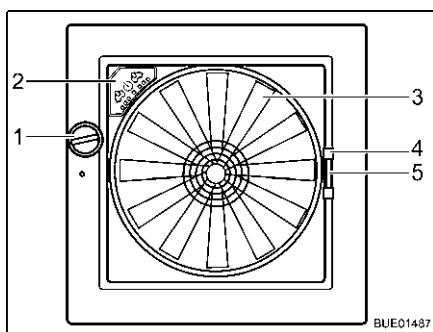

Bild 94 Taklucka Omni-Vent
- Vrid på vredet (Bild 94,1) tills önskad öppningsvinkel har nåtts.
- Vrid på vredet (Bild 94,1) tills takluckan är helt stängd.
- Dra insektsskyddet i handtaget (Bild 94,4) till motstående ramsida.
- Tryck ihop mörklägningsgardinens handtag (Bild 94,5).
Fläkt När takluckan är öppen kan kupén vädras med fläkten (Bild 94,3) i sex nivåer. Fläkten regleras via reglagen (Bild 94,2).